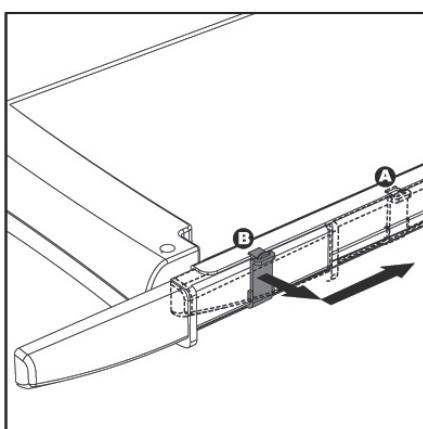

Abb. 3
- Den Schneidehebel ganz nach unten drücken, Verriegelungstaste nach rechts ziehen und von Position B nach A schieben, um den Schneidehebel nach Gebrauch wieder zu verriegeln (siehe Abb. 3).